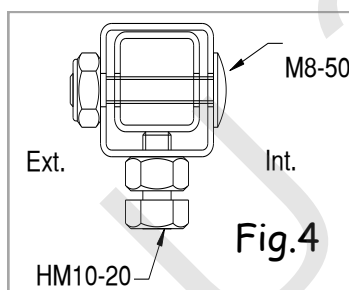

Fig.4
- Contre-percer  $\varnothing 9$  les barres sup./inf. avec le cadre, solidariser à l'aide des vis Poeliers M8x50 + écrous frein => Fig. 4.
- drill  $\varnothing 9$  upper / lower bars. with the frame, secure with M8x50 bolts + lock nuts => Fig. 4.